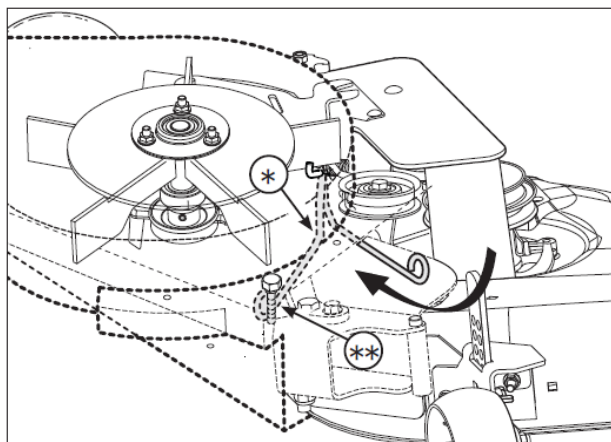

図 18
4. ベルトテンションレバー (図 18 の*) をデッキから離れるように引っ張り、レバーの掛け金になっている先をボルト (**) の裏側に引っ掛けてください。